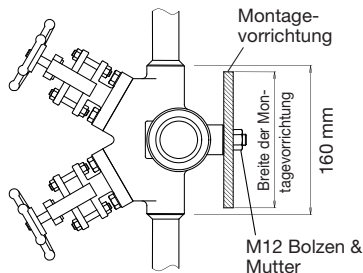

Abbildung 1
4. Mit M12 Bolzen, den Verteiler/Sammler an der Vorrichtung befestigen (siehe Abb. 1). Der Verteiler/Sammler wird vertikal und mit der angeordneten "TLV" Beschriftung lesbar und horizontal angeschraubt.